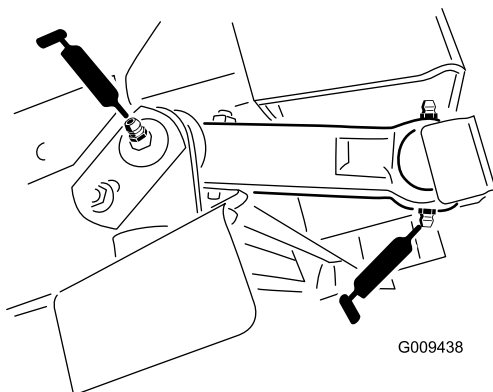

**Figure 42**
- Pivot de verrou (2) (Figure 42)